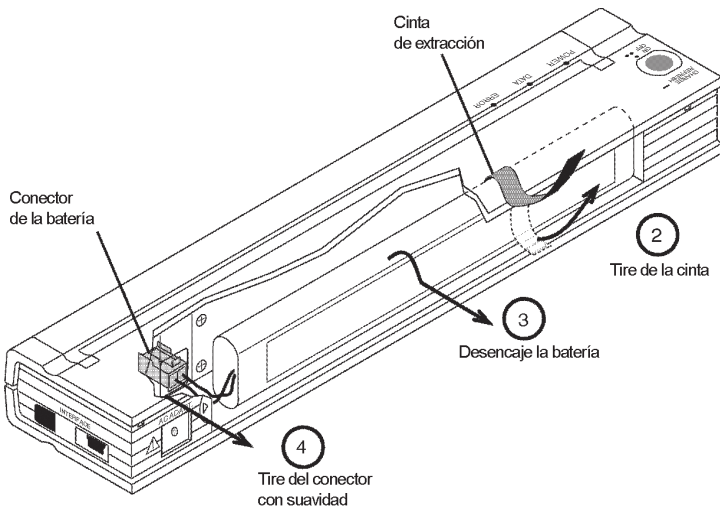

Figura 13. Instrucciones para extraer la batería
2. Tire de la cinta de extracción de la batería como se muestra en la figura 13, hasta que la batería comience a sobresalir del compartimiento.